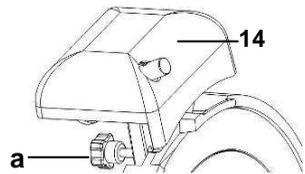

Abb. 6
- Lösen Sie die Befestigungsschraube (a) vom Messerschärfer (14) an der Rückseite des Gerätes (**Abb. 6**).
- Ziehen Sie den Messerschärfer (14) heraus und drehen Sie ihn um 180°.
- Setzen Sie den Messerschärfer (14) in die vorgesehene Führung wieder ein und ziehen Sie die Befestigungsschraube (a) fest.
- Nehmen Sie den Messeschärfer vom Gerät ab. (**Abb. 6**).
- Nehmen Sie den Messeschärfer komplett vom Gerät ab (**Abb. 6**).